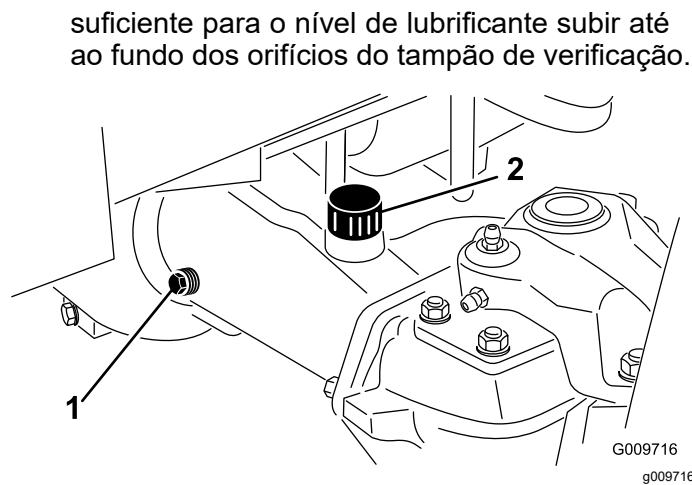

Figura 91
2. Retire o tampão de verificação que se encontra numa das extremidades do eixo (Figura 91) e certifique-se de que existe óleo até ao fundo do orifício. Se o nível estiver baixo, retire o tampão de enchimento (Figura 91) e adicione óleo